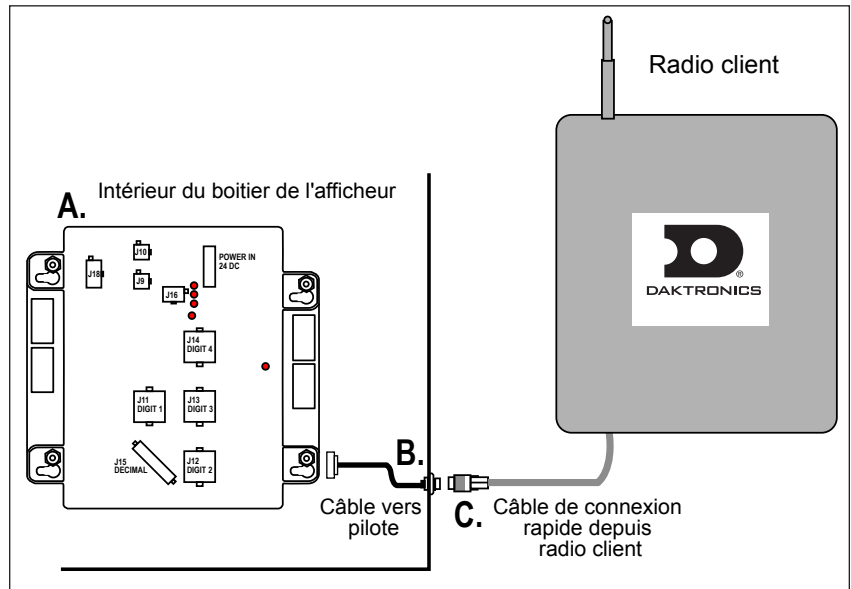

Figure 33: Connexions radio client
3. Connectez les câbles de signal comme suit. La lettre pour chaque étape est indiquée en **Figure 33**.